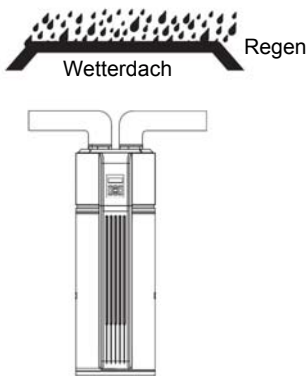

Abb. 3-7
- Reicht der am Gerät eventuell angeschlossene Kanal bis ins Freie, ist der Kanal mit zuverlässiger Isolation gegen Wasser zu versehen, damit kein Wasser ins Gerät tropfen kann. (Abb. 3-7)